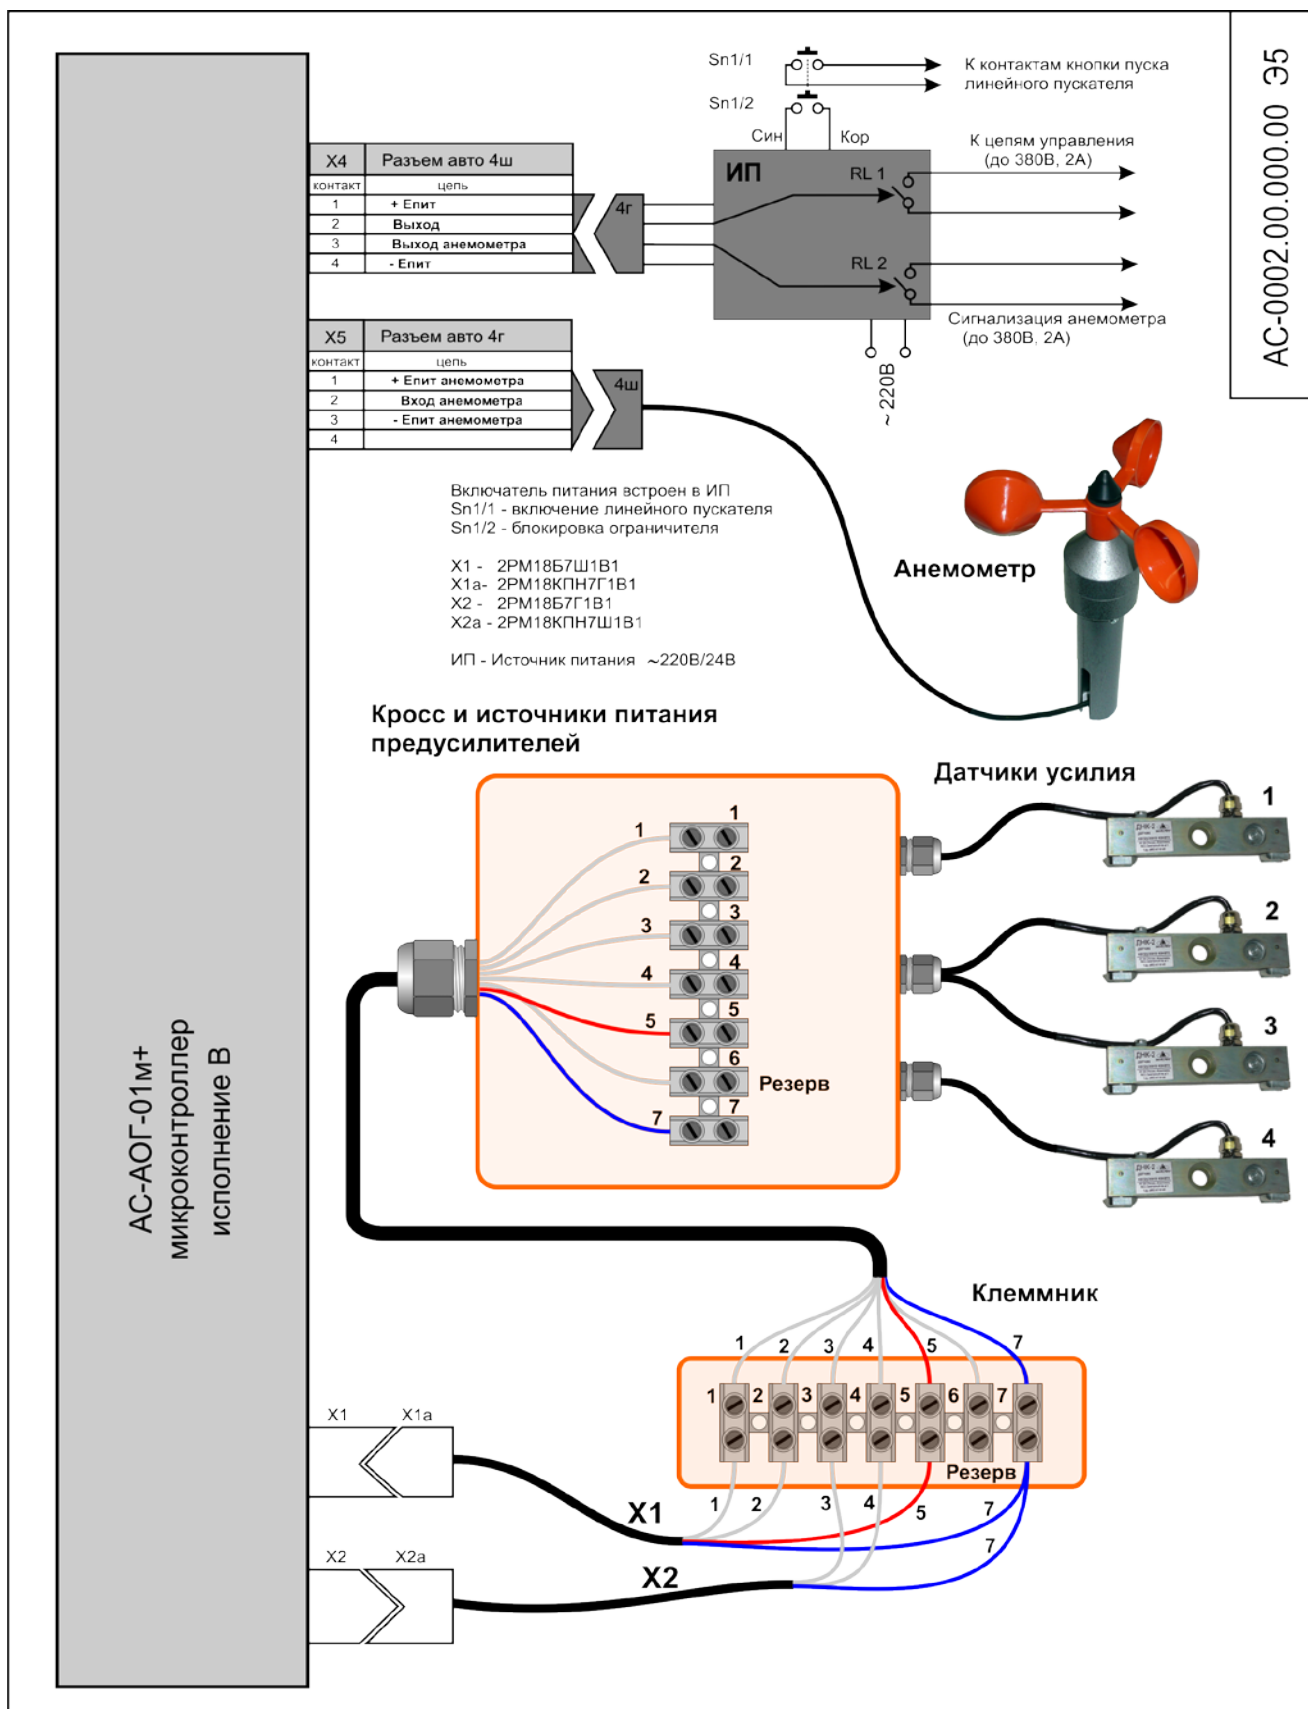

Рис.3
6.1. Описание работы проводится по схеме подключения рис.3.
6.3. Напряжение питания 220В при установке тумблера Sn, встроенного в блок питания, в положение ВКЛ - подается на блок питания АС-БП-01, понижается до уровня 24В и через разъём X4 поступает на цепи питания контроллера, Рис.3..